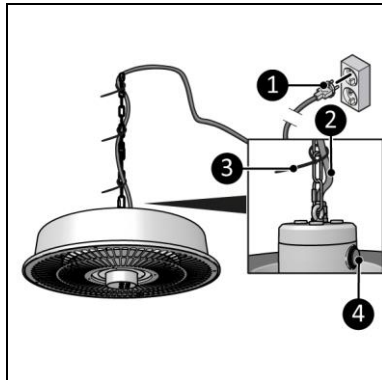

Figura 9
2. Asigurați-vă că întrerupătorul ON/OFF (PORNIT/OPRIT) se află în poziția OFF (OPRIT) (Figura 9, poz. 4).
3. Poziționați cablul de alimentare (Figura 9, poz. 2) de-a lungul lanțului de ancorare folosind coliere de strângere (Figura 9, poz. 3).
4. Introduceți ștecărul (Figura 9, poz. 1) într-o priză ușor accesibilă, cu împământare. Utilizați o priză cu împământare cu o putere minimă de 1500 Watt.
1. Puneți comutatorul ON/OFF în poziția ON (Figura 9, poz. 4).
1. Asigurați-vă că întrerupătorul ON/OFF (PORNIT/OPRIT) se află în poziția OFF (OPRIT) (Figura 9, poz. 4).
2. Deconectați ștecherul de la priză (Figura 9, poz. 1).